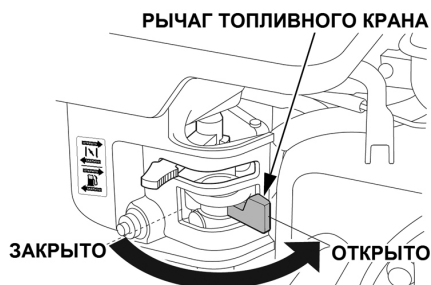

Рис. 13 Рычаг топливного крана
- Откройте топливный кран переводом рычага вправо (Рис. 13).